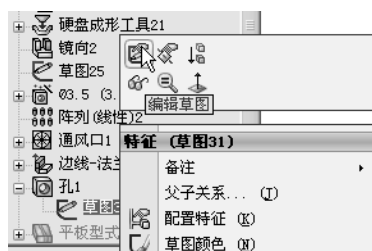
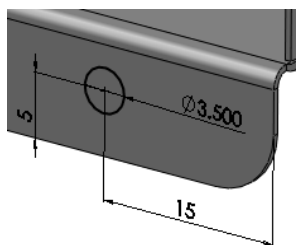

图 10-233 选择“编辑草图”命令
图 10-234 标注智能尺寸
35) 编辑简单直孔的位置。在生成简单直孔时,有可能孔位置并不是很合适,这样就需要重新进行定位。在 FeatureManager 设计树中右击“孔 1”,如图 10-233 所示,在弹出的菜单中单击 (编辑草图)按钮,进入草图编辑状态,标注智能尺寸如图 10-234 所示。单击 (退出草图)按钮。